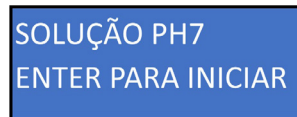

Figura 31
16. Utilize a tecla “direita” para alternar entre as 4 letras e a tecla “para cima” para trocar de letra. Após inserir a senha “BBBB”, basta clicar a tecla “OK” para ser direcionado a uma nova tela, em seguida pressione novamente a tecla “OK” para iniciar a calibração (Figura 31) e aguarde 60 segundos.